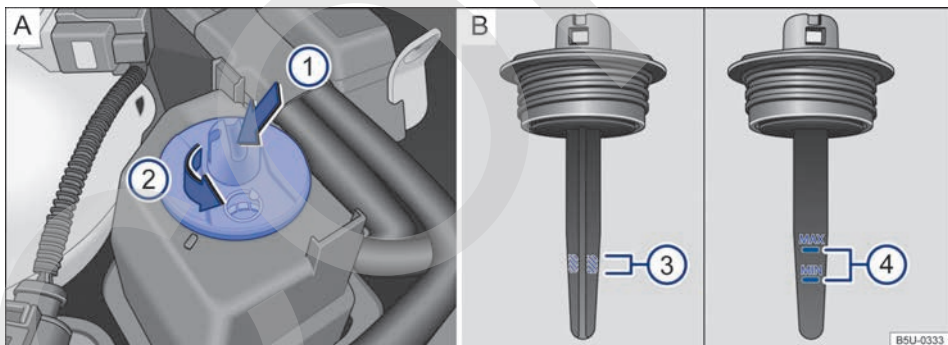

Fig. 111 En el compartimento del motor: **A** Depósito del líquido de la dirección asistida. **B** Marcas para controlar el nivel del líquido de la dirección asistida.
- Con la ayuda de un destornillador → fig. 111   (flecha), girar la tapa del depósito en el sentido de la flecha .